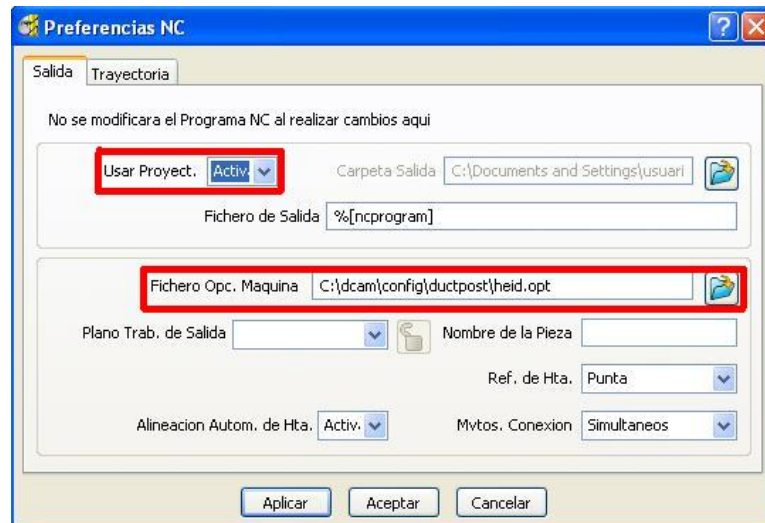

Figura 2.133 Cuadro de diálogo Preferencias NC.
2. En la pestaña Salida del cuadro de diálogo Preferencias NC, seleccionar Usar Proyecto: Activado para escribir el archivo del Programa NC dentro de la carpeta del proyecto (Figura 2.133).
3. Indicar el nombre del archivo de salida que se va a utilizar por defecto en el campo Fichero de Salida, pero en este caso no modificar, ya que la variable %[ncprogram] proporciona al archivo de salida el mismo nombre que el programa NC (Figura 2.133).